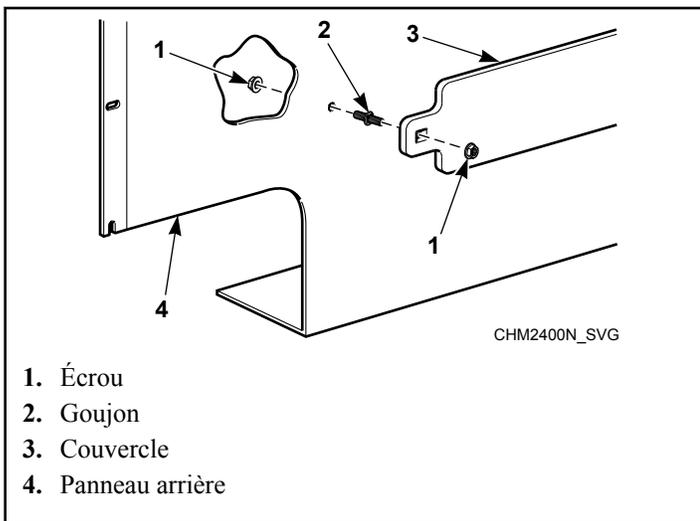

Figure 14
3. Enlever toute la quincaillerie de fixation du couvercle sur le panneau arrière, voir *Figure 14*. NE PAS JETER LA QUINCAILLERIE.